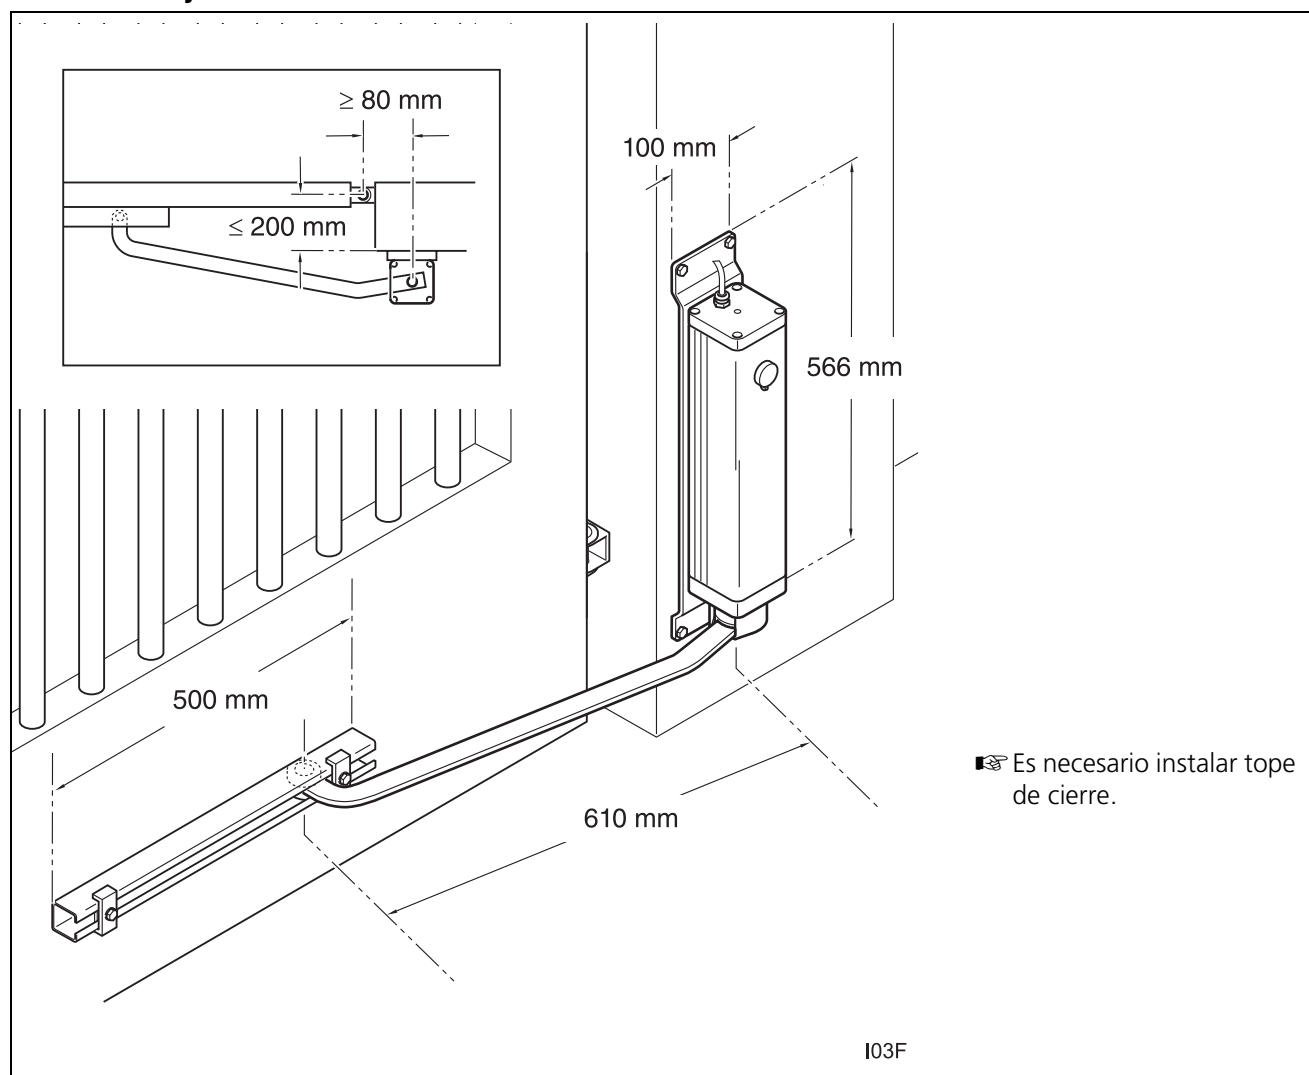

Fig. 4 Ejemplo de posición de montaje de accionador con brazo de corredra
■ Antes de marcar la posición de los agujeros, asegúrese de respetar las cotas y posiciones de montaje ver "Fig. 4 Ejemplo de posición de montaje de accionador con brazo de corredera" y "Fig. 5 Ejemplo de posición de montaje del accionador con brazo articulado".
- 3 Perfore los puntos (1) marcados.
- 4 Fije el accionador (2) al soporte-pared (3) mediante los conjuntos tornillo-arandela (4).